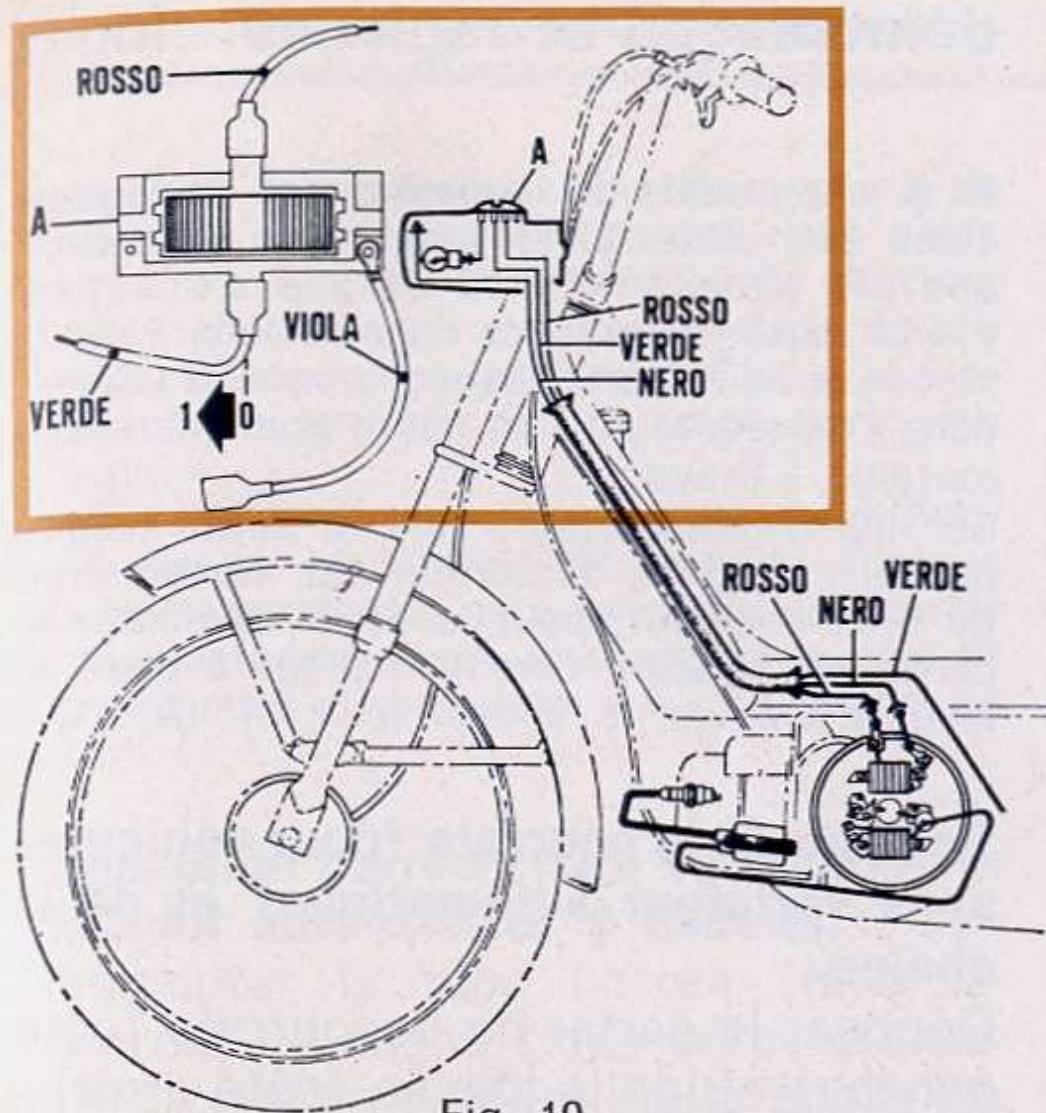

Fig. 10
**Switch « A » positions (fig. 10).**
**Positions commutateur « A » (fig. 10).**
**Posiciones conmutador « A » (fig. 10).**